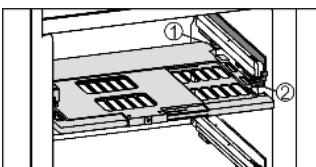

Fig. 9
▶ Установлення пластини регулювання вологості: поперечні ребра кришки на пластині вставити через низ у задній кронштейн Fig. 9 (1) і заклацнути спереду на кронштейні Fig. 9 (2).